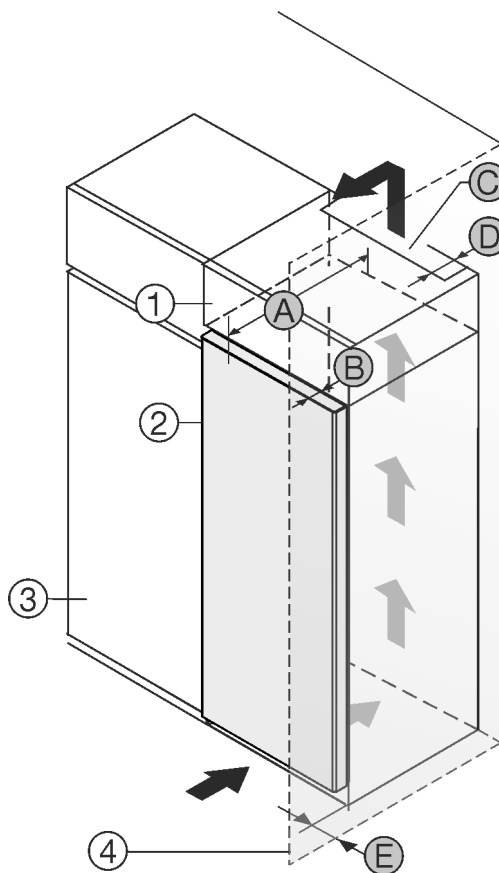

Fig. 1
- (1) Szafka nakładana\*
- (2) Urządzenie\*
- (3) Szafka kuchenna\*
- (4) Ściana\*
- (A) Głębokość urządzenia\*
- (B) Głębokość drzwi\*
- (C) Przekrój wentylacyjny\*
- (D) Odstęp tylnej ściany urządzenia\*
- (E) Odstęp od boku urządzenia\*
Urządzenie można ustawić bezpośrednio obok szafki kuchennej Fig. 1 (3).\*
Na tylnej ścianie szafki nasadzonej wymagany jest wywiewny kanał wentylacyjny o głębokości Fig. 1 (D) na całej szerokości szafki.\*
Pod sufitem pomieszczenia należy zachować przekrój wentylacyjny Fig. 1 (C).\*
Jeżeli urządzenie będzie ustawiane z zawiasami do ściany Fig. 1 (4), to pomiędzy urządzeniem i ścianą należy zachować minimalny odstęp, wynoszący 13 mm.\*
Jeżeli urządzenie będzie ustawiane z zawiasami do ściany *Fig. 1 (4)*, to pomiędzy urządzeniem i ścianą należy zachować minimalny odstęp, wynoszący 20 mm.\*
By móc całkowicie otworzyć drzwi, urządzenie musi wystawać przynajmniej o głębokość drzwi *Fig. 1 (B)* za front szafki kuchennej. W zależności od głębokości szafek kuchennych *Fig. 1 (3)* oraz od zastosowania elementów dystansowych urządzenie może wystawać jeszcze bardziej.\*